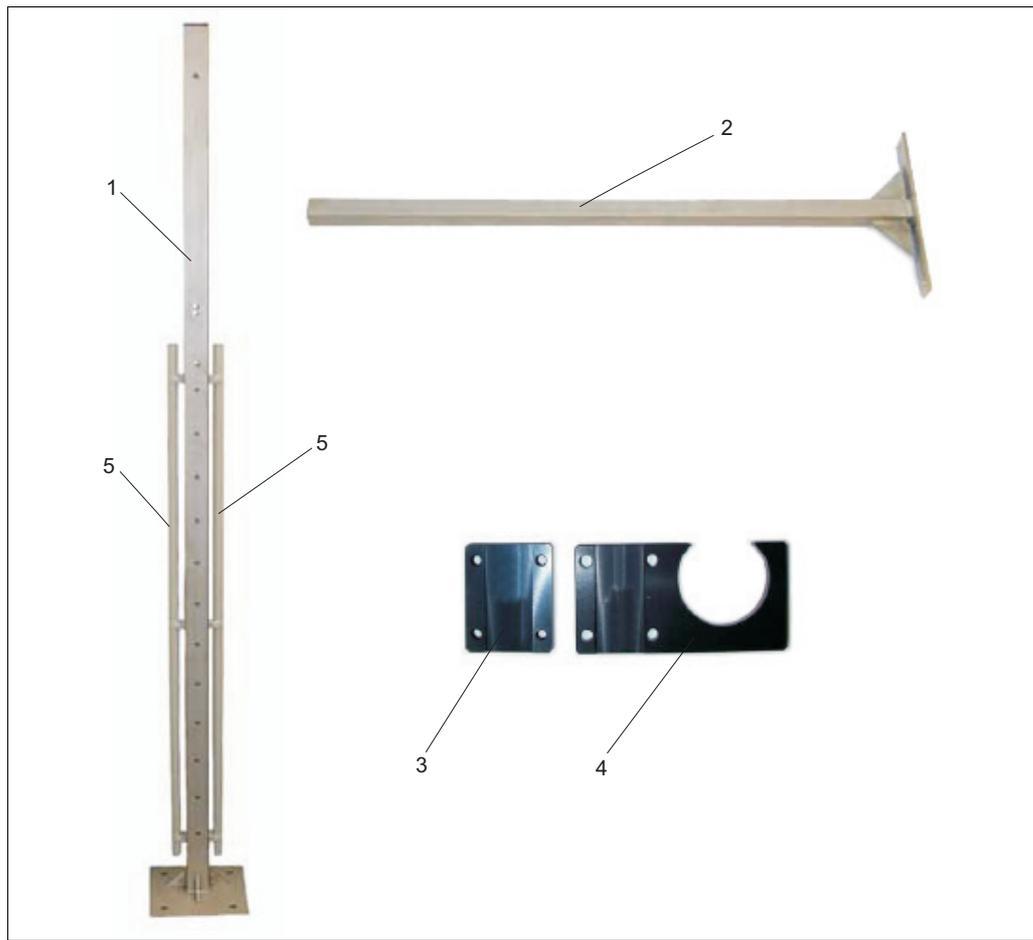

Fig. 5: Palina verticale con accessori
3. Fissare un portasensore con controsupporto (pos. 3 + 4, Abb. 5) su ciascuno dei due bracci portanti.